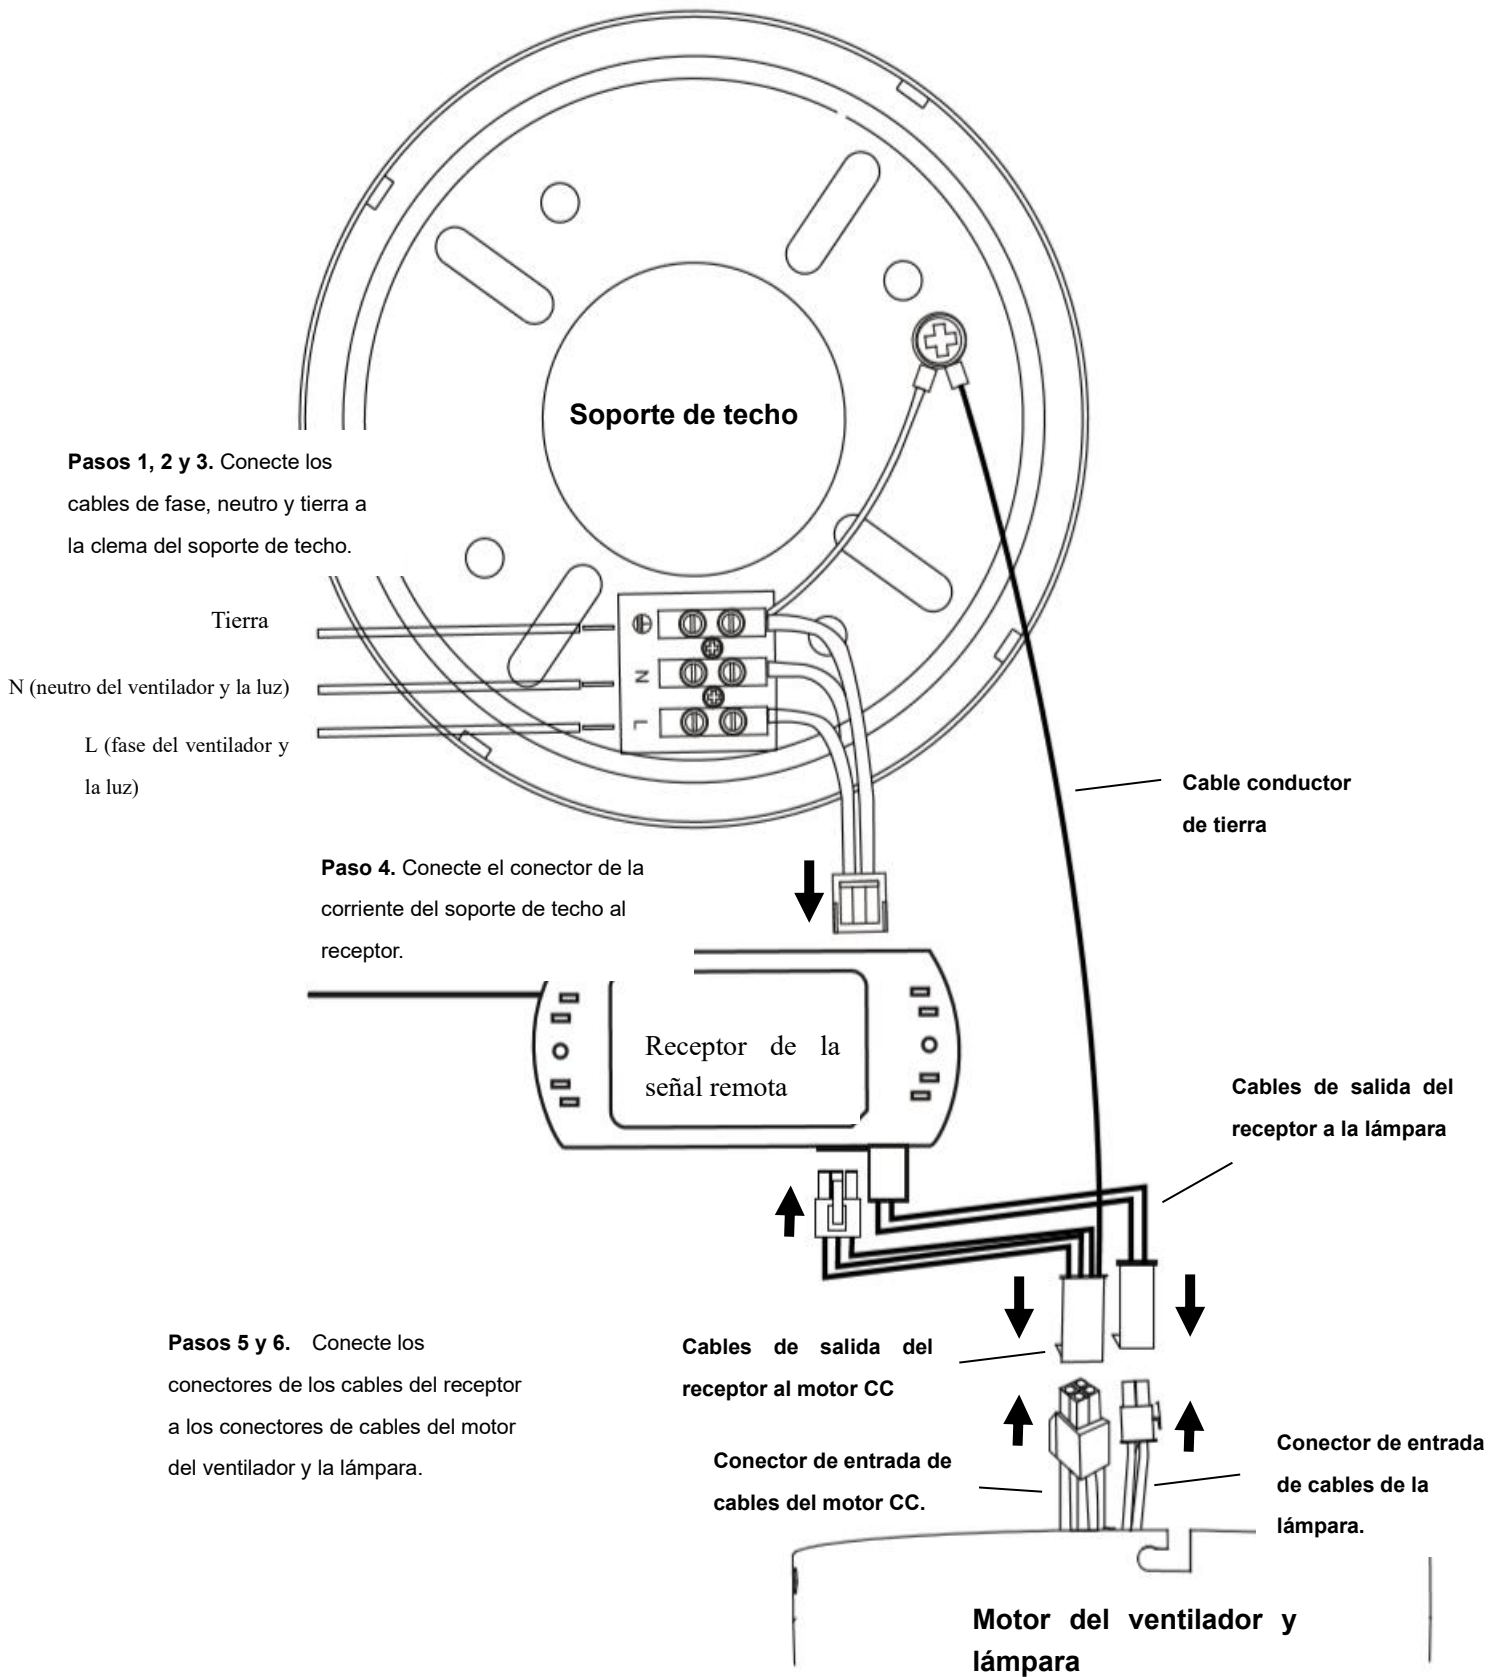

Fig. 4
PREPARE Y COMPLETE EL CABLEADO ELÉCTRICO --- DIAGRAMA DEL CABLEADO (Fig. 4)
Del suministro de corriente a la clema del soporte de techo: (Fig. 4)
Del soporte de techo al receptor y el motor: (Fig. 4)
- Conecte los cables de salida del controlador/receptor del motor CC (desde el soporte de techo con el cable de tierra) a la salida del controlador/receptor del motor CC (**Fig. 4**). Conecte los cables de salida del controlador/receptor del motor CC (desde el soporte de techo con el cable de tierra) a la entrada del motor del ventilador (**Fig. 4**).